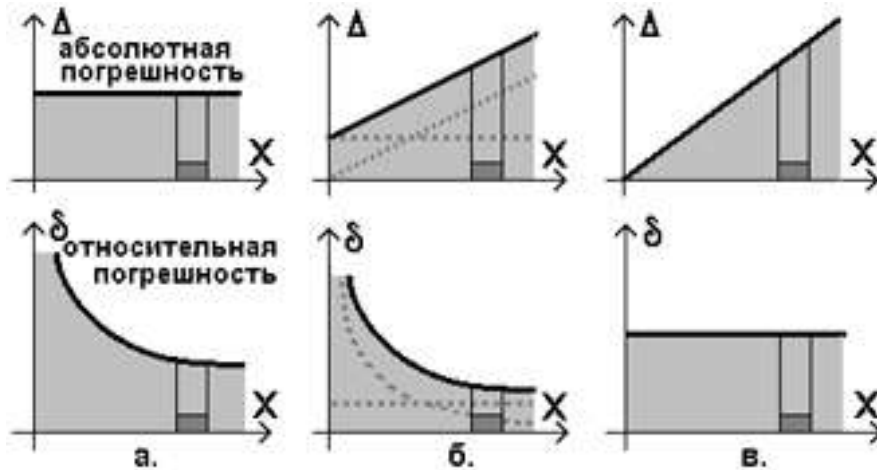

Рисунок 1 – Зависимость абсолютных и относительных погрешностей от значения измеряемой величины X :
- по формуле (3), если границы абсолютных погрешностей можно полагать практически неизменными;
- по формуле (5), границы относительных погрешностей можно полагать практически неизменными;
- по формулам (2) или (6), если границы абсолютных погрешностей можно полагать изменяющимися практически линейно;
- по формуле (3), если границы приведенных погрешностей остаются практически постоянными;
- в виде функции, графика или таблицы – если границы погрешностей необходимо принять изменяющимися нелинейно (см. рисунок 1).